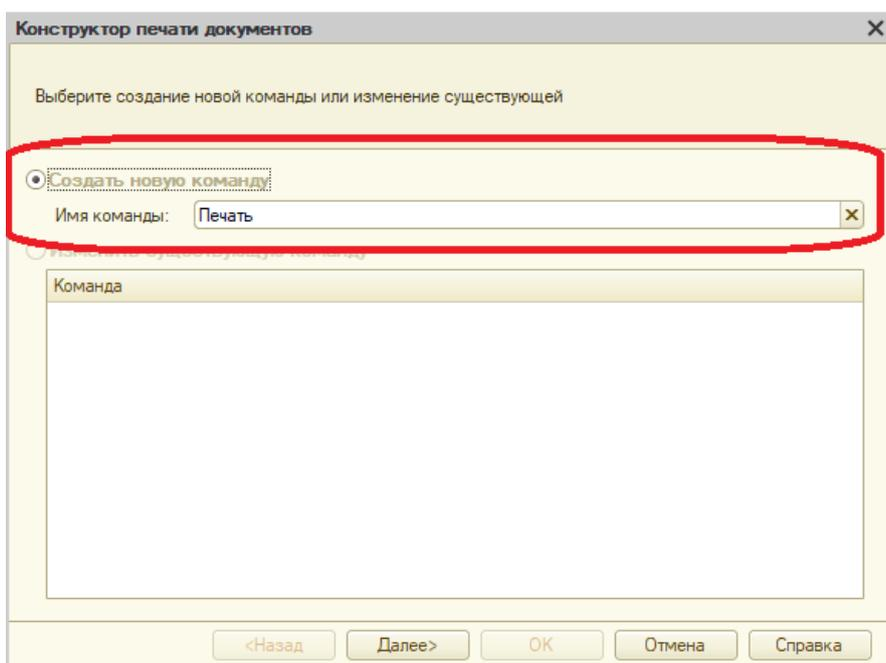

Рисунок 16.7 – Конструктор печати. Шаг 1
10. В открывшемся окне конструктора на первом шаге укажем, что будет создана новая команда **Печать** для формирования печатной формы документа (рисунок 16.7).